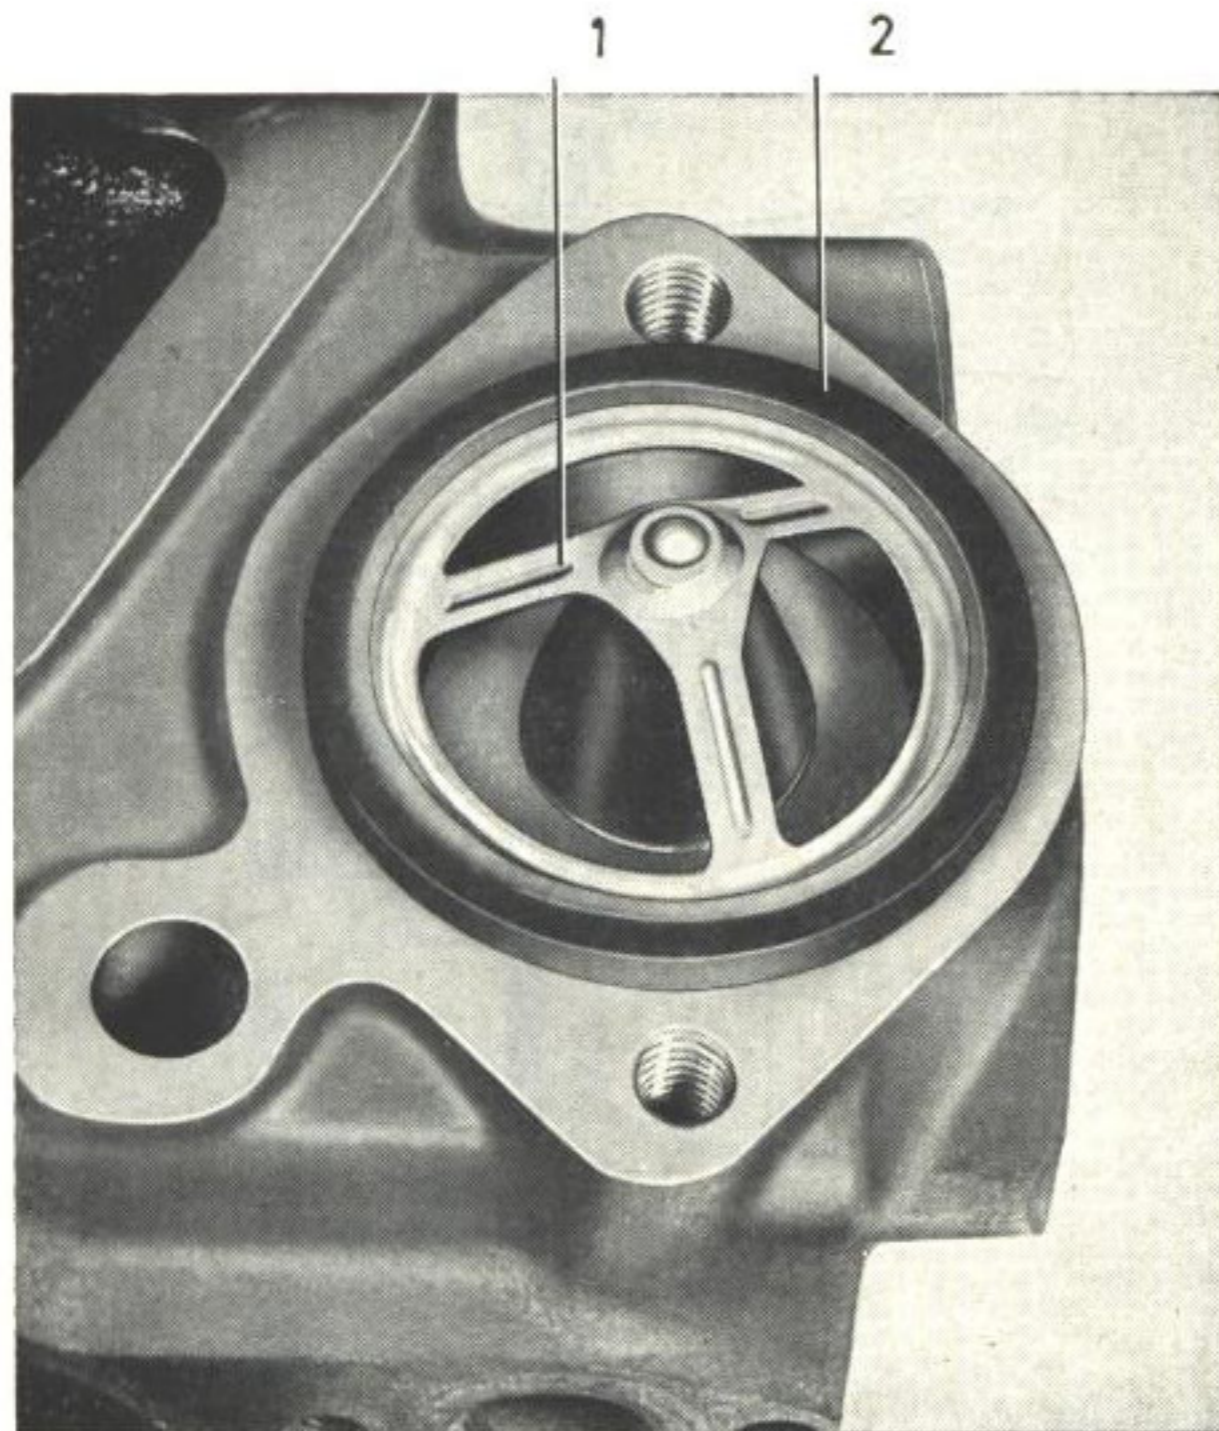

Bild 31. Byte av termostat.
3. Byt ut termostaten (1, bild 31). Använd ny packning. Kontrollera ventilen på termostatsens undersida genom att trycka in och släppa den fjäderbelastade ventiltallriken.